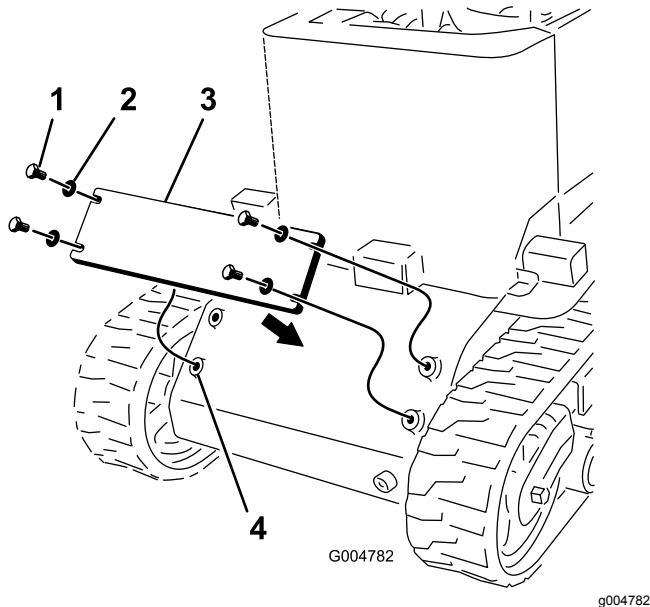

Bild 6
1. Schmieren Sie die vier Schrauben (½" x 1¼") mit Gewindesperrmittel ein und befestigen Sie das Gegengewicht mit den Schrauben und vier Scheiben vorne an der Maschine (Bild 6).